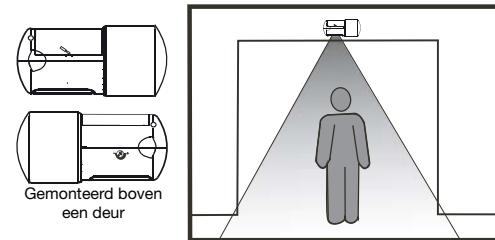

Fig. 5
3. De PIR-sensor 44-063 kan boven een deur worden gemonteerd. Fig. 5